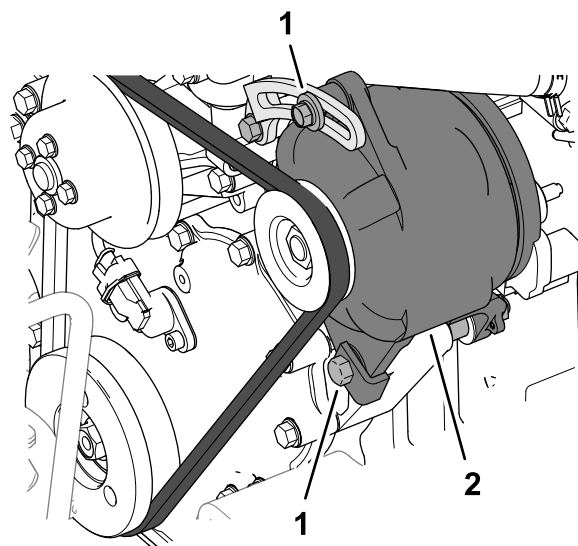

Figura 100
Compruebe la condición y la tensión de las correas (Figura 100) cada 100 horas de operación.
5. Si la desviación de la correa es superior o inferior a 10 mm ($\frac{3}{8}$ "), afloje los pernos de montaje del alternador (Figura 100).